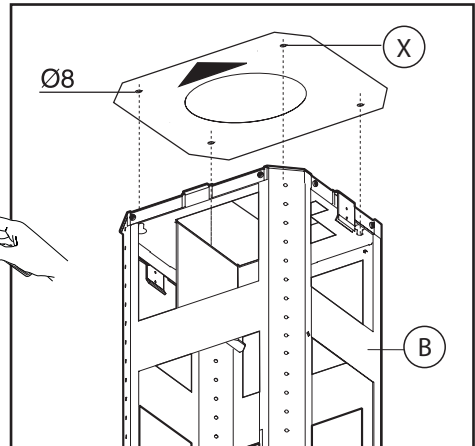

Fig.3
- Die Bohrschablone an der Decke positionieren, wobei darauf zu achten ist, dass der Pfeil an derselben Seite der Steuerung des Geräts positioniert ist (**Abb.3**).